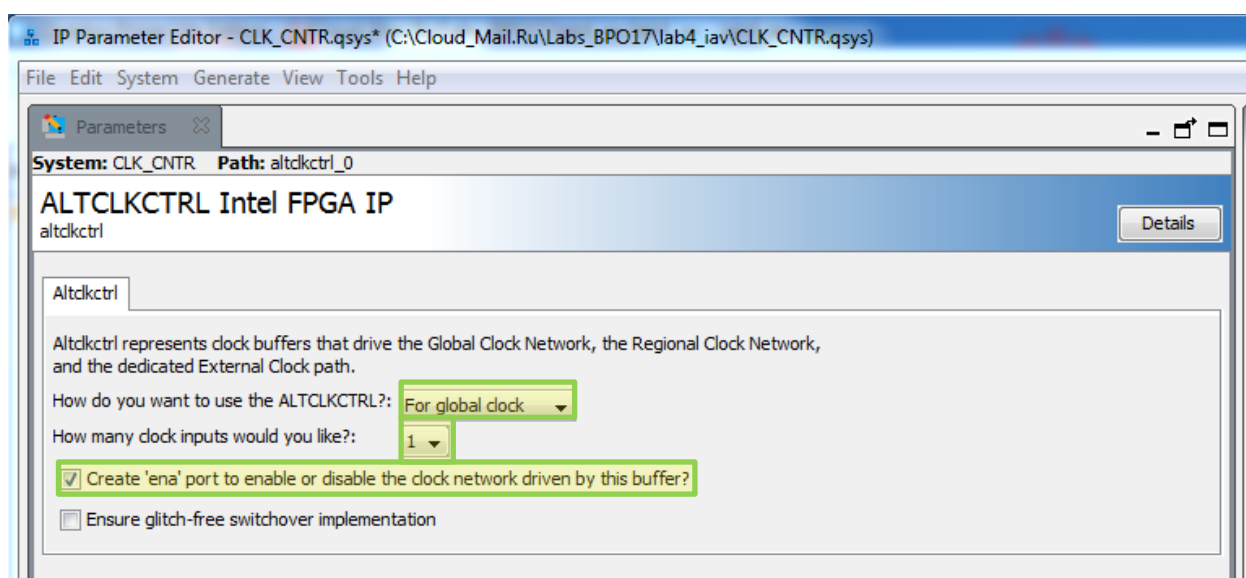

Рис. 28 Окно настройки экземпляра выбранного компонента
6.12. В **IP Parameter Editor** установите опции как на рис. 28.